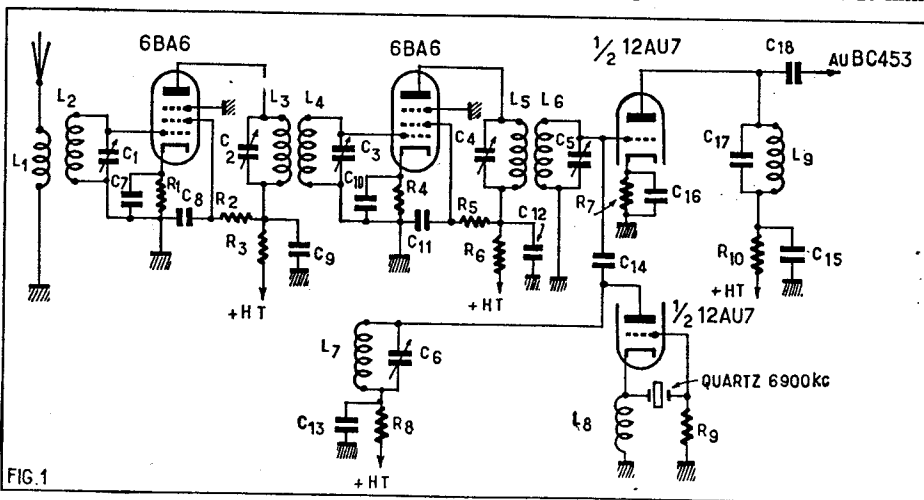

FIG. 1
La figure 1 montre la partie du schéma d'origine sur laquelle vont porter nos autres modifications. Nous avons figuré sur ce schéma trois coupures. La coupure (A) est facilement obtenue en enlevant le clip de grille de la lampe oscillatrice. Le laisser en l'air et n'y plus penser. Dessouder ou couper de la masse l'extrémité du condensateur de découplage d'écran de l'oscillatrice (coupure B). Déconnecter de la plaque de la mélangeuse et du condensateur de liaison MF l'extrémité de la self MF accordée sur 8 MHz environ.
La figure 1 donne le schéma du convertisseur vraiment idéal devant un BC-453 ou tout autre appareil couvrant une gamme de fréquences analogue. Certains amateurs utilisent en MF variable la gamme grandes ondes dont sont dotés certains appareils tels que BC-348, Super-Pro ou autres, ceci non seulement pour obtenir un maximum de stabilité mais aussi pour bénéficier d'un plus grand étalement que sur les gammes plus élevées en fréquences.